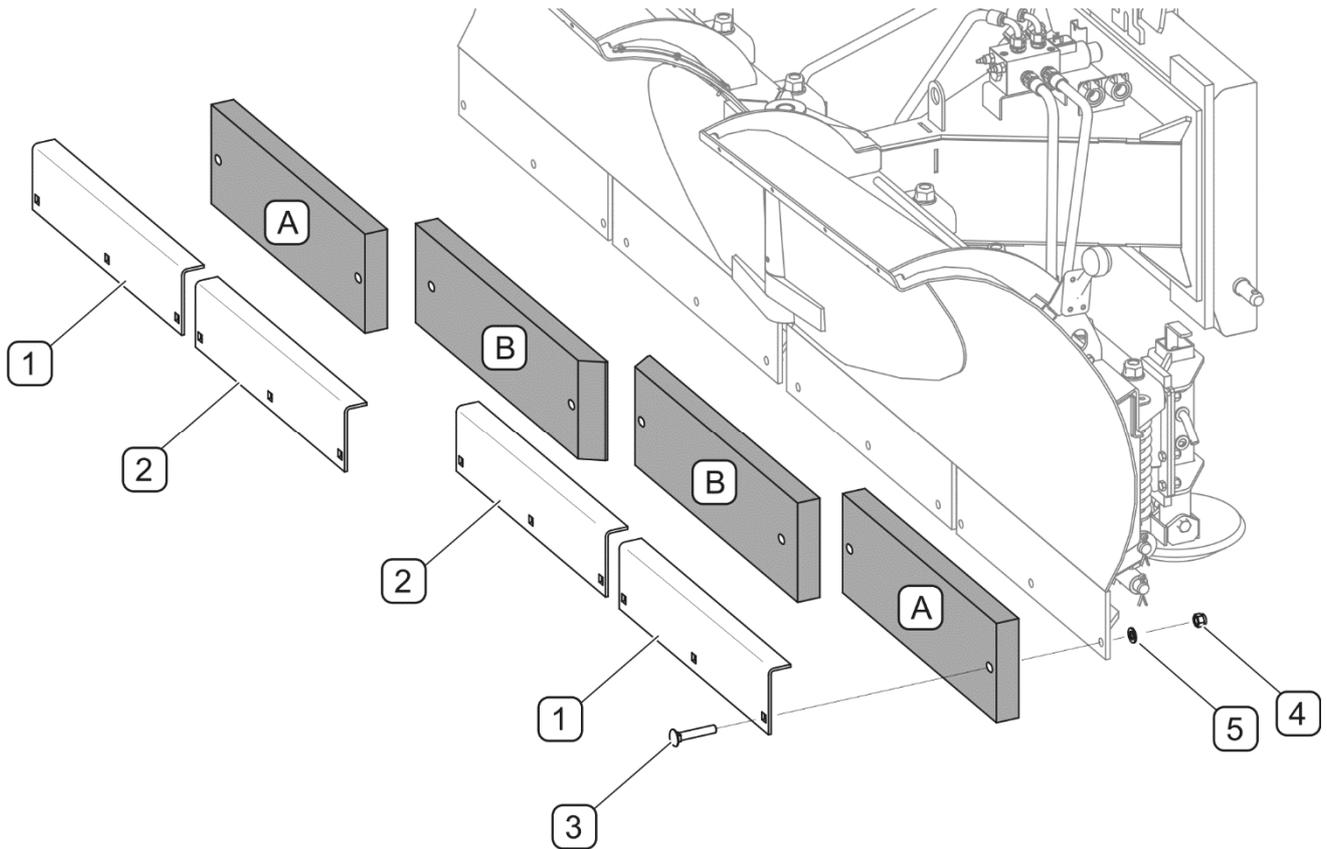

ABBILDUNG 5.3 Auswechseln von Gummi-Räumleisten
* – wird als äußere Räumleiste anstelle der Räumleiste (A) verwendet
Gummi-Räumleisten an den Räumschilden des Pflugs (ABBILDUNG 5.3) setzen sich aus inneren und äußeren Segmenten zusammen. Um die Räumleiste zu entfernen, müssen die entsprechenden Muttern (4) abgeschraubt, die Schrauben (3) herausgenommen und die Aufsätze (1) und (2) abgenommen werden. Die neuen Räumleisten anbringen und in umgekehrter Reihenfolge montieren. Es besteht die Möglichkeit, einseitig abgenutzte Räumleisten umzudrehen und wieder am Pflug zu befestigen. Eine Auflistung der Gummi Räumleisten ist in TABELLE 5.3 dargestellt.